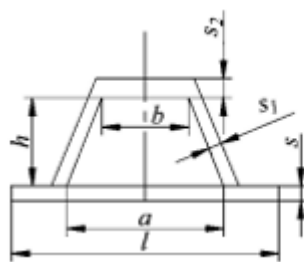

Рисунок 2. П-образные балки набора
- 2) набор П-образной формы с наполнителем из пенопласта (рис. 2);